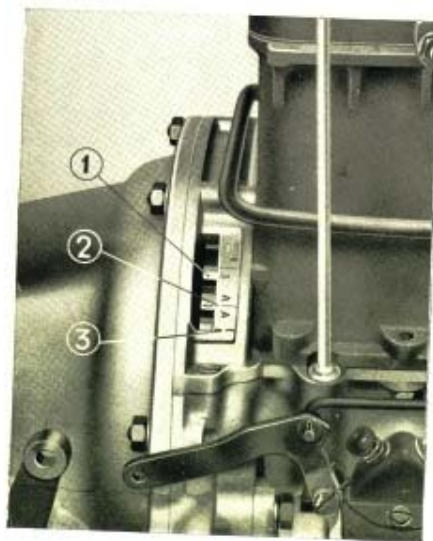

Fig. 20. Messa in fase dell'accensione.
Se si usano benzine miscelate con alcool si deve portare la lettera "O" incisa sul dente del volano motore a coincidere con la linea di riferimento (3) (ved. fig. 20).